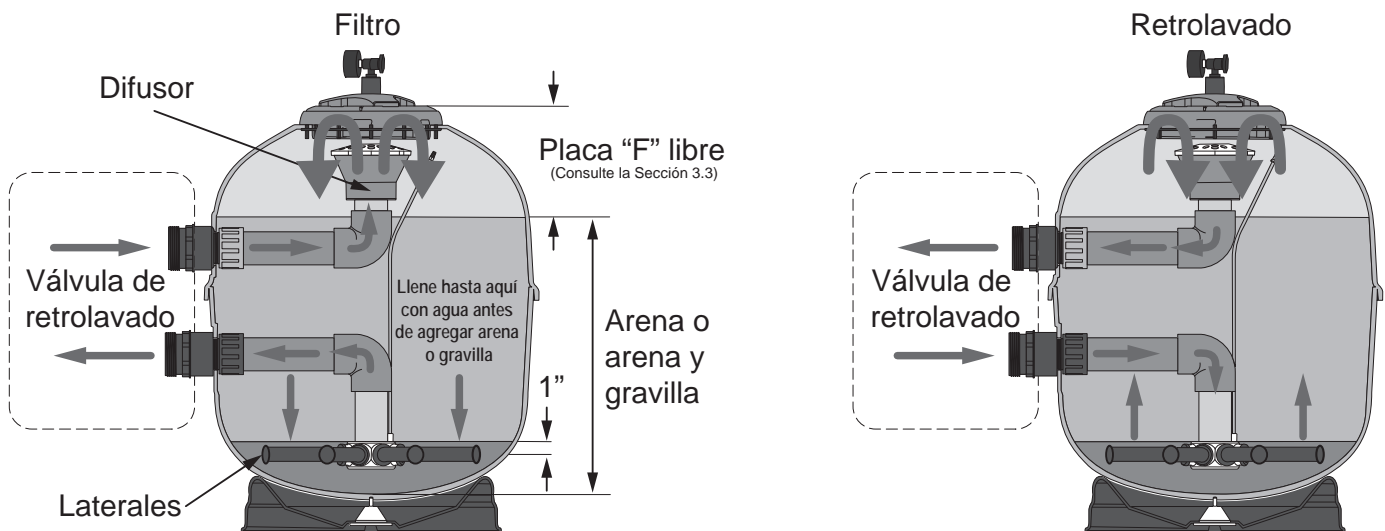

Figura 2. Funcionamiento del filtro y del retrolavado
Los filtros de arena de alto caudal Jandy en general usan arena como medio de filtrado, o de arena sobre una capa delgada de gravilla. Consulte la **Figura 2**. El uso de un medio de filtrado distinto a la arena también se describe en la Sección 3.3.1.
- Si se usa gravilla, cubrirá los laterales hasta aproximadamente 1" por arriba de los laterales. Consulte la **Figura 2**.
- Llene el filtro hasta la mitad con agua antes de cargar el medio del filtro. Consulte la **Figura 2**.